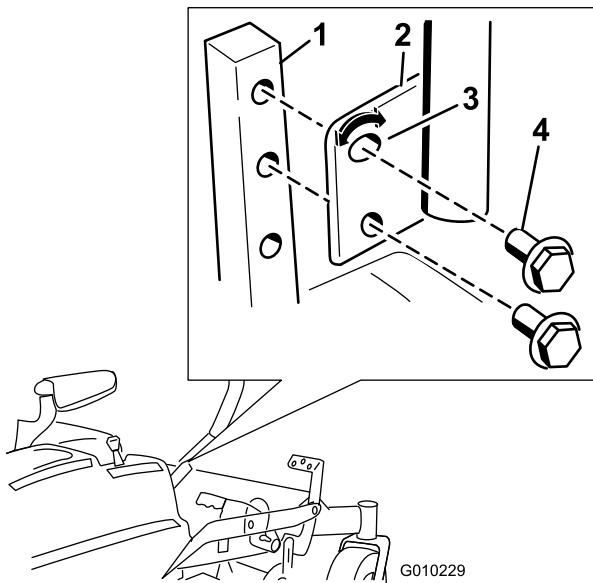

Figura 29
1. Togliete i due bulloni che fissano la leva di comando all'albero del braccio di controllo (Figura 29).
2. Spostate la leva di comando nella serie di fori successive. Fissate la leva con i due bulloni (Figura 29)
(Figura 29). Serrate entrambi i bulloni per fissare il controllo nella nuova posizione.